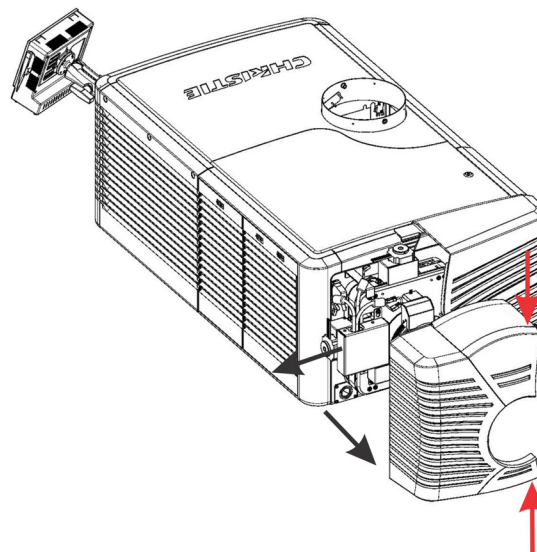

Рис. 2-11 Снятие кожуха
1. Надавите пальцем на точки, на которые указывают красные стрелки. См. **Рис. 2-11**.